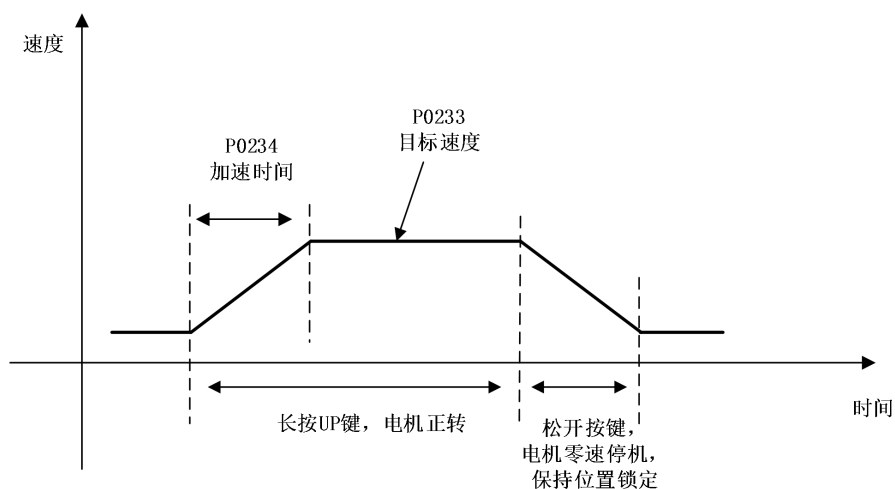

图 5.5 离线辨识以 JOG 点动模式辨识(以正转为例)
- ◆ 离线辨识有不同的速度曲线及关联参数，参考图 5.5 。